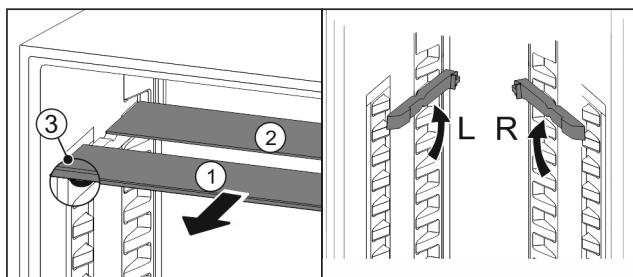

Fig. 58
- Skleněné desky jednotlivě vytáhněte dopředu Fig. 58 (1).
- Skleněná deska Fig. 58 (1) s ozdobnou lištou leží vpředu.
- Zarážky Fig. 58 (3) směřují dolů.